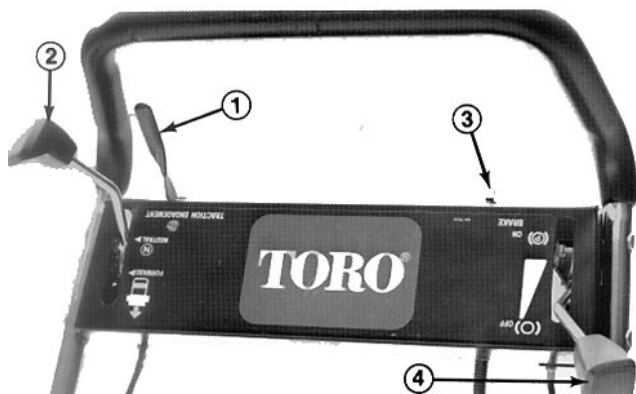
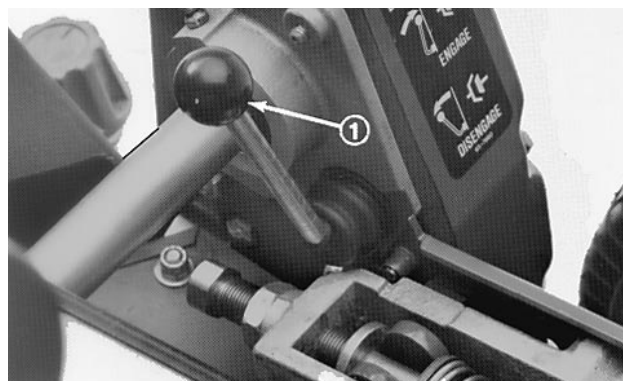

Fig. 12
Fig. 13
Leva di innesto della trazione (Fig. 12)—Si trova a destra, sul davanti del pannello di controllo. La leva ha due posizioni: NEUTRAL e FORWARD (folle e avanti) Spingere la leva in avanti per innestare la trazione.
Interruttore (Fig. 12)—Si trova a sinistra, sul retro del pannello di comando. Spostare l'interruttore su ON per avviare il motore e su OFF per arrestarlo.
Freno di esercizio/stazionamento (Fig. 12)—Si trova a sinistra, sul davanti del pannello di comando. Utilizzare il freno per rallentare o fermare la macchina. Il freno può essere utilizzato anche come freno di stazionamento: riportare la leva al centro per ingranare il freno di stazionamento.
Leva del gas (Fig. 12)—Si trova a destra, sul retro del pannello di comando. Il comando ha due posizioni: SLOW e FAST (minimo e veloce). Il numero di giri del motore può essere commutato fra le due registrazioni.
Leva di innesto trasmissione cilindro (Fig. 13)—Si trova sull'angolo anteriore destro della macchina. La leva ha due posizioni: INNESTO e DISINNESTO. Alzare la leva per innestare il cilindro, ed abbassarla per disinnestarlo.
1. Verificare che le leve della trazione (Fig. 12) e di trasmissione del cilindro (Fig. 13) si trovino in posizione DISENGAGED (disinnestato).
3. Spostare l'interruttore su ON (Fig. 12).
4. Spostare il comando del gas su FAST (marcia) (Fig. 12).